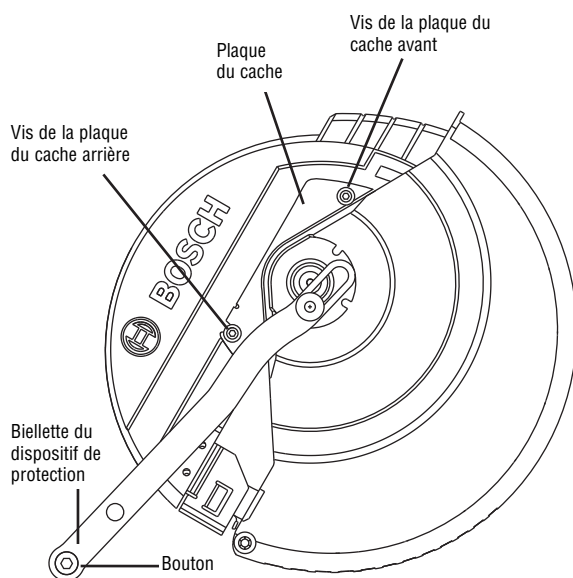

Figure 3
1. Positionnez la scie dans la position du haut (UP) et à un angle de biseau de 0°. Si elle est dans la position du bas (DOWN), appuyez légèrement sur l'ensemble de tête de la scie et retirez le goujon de verrouillage de l'ensemble de tête (article 43, page 74) ; puis laissez la tête de la scie remonter (voir Figure 3) ;